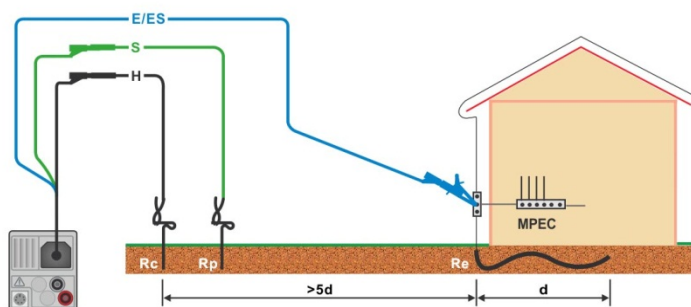
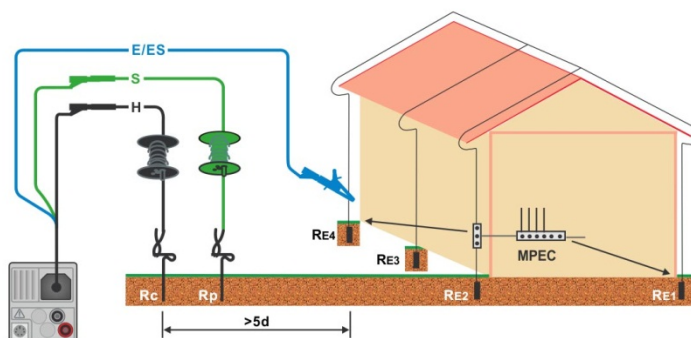

Рисунок 7.49: Измерение основного заземления электроустановки.
Рисунок 7.50: Измерение сопротивления системы молниезащиты.
- Подключите измерительные провода к испытываемому объекту, см. **Рисунок 7.49: Измерение основного заземления электроустановки** и **Рисунок 7.50: Измерение сопротивления системы молниезащиты**.